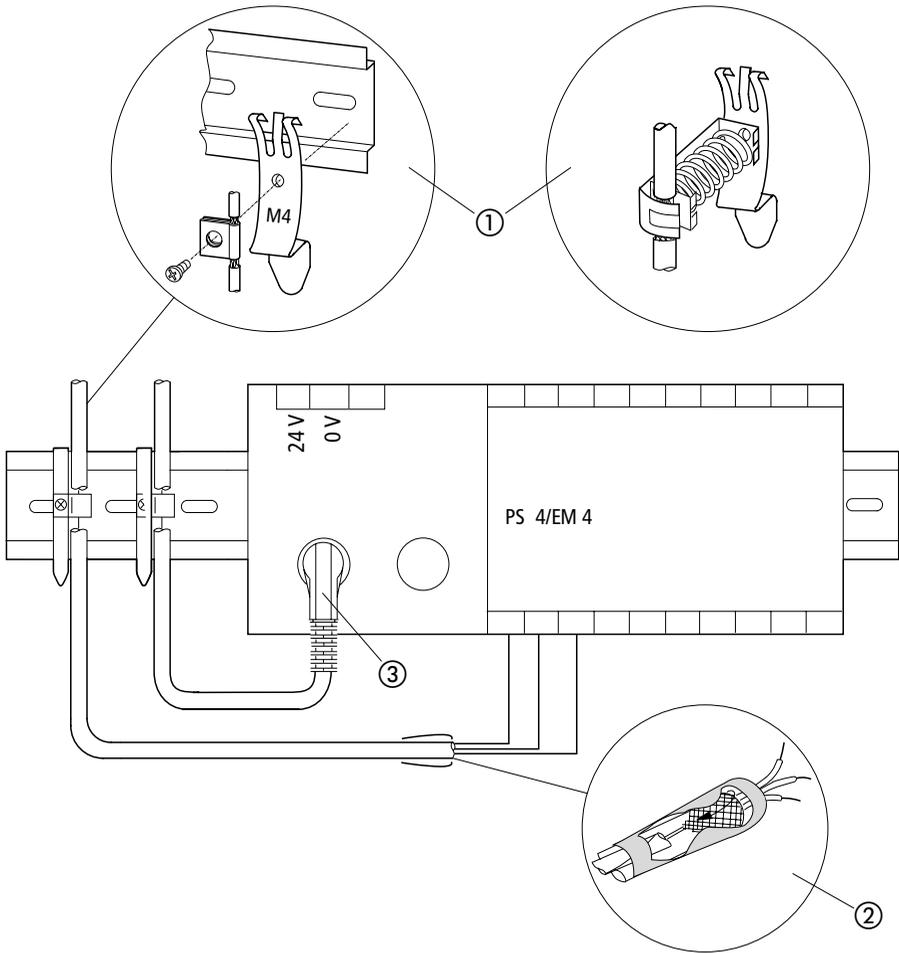

Abbildung 4: Schirmanbindung an Potentialbezugsfläche
- ▶ Verlegen Sie die abgeschirmte Daten- und Signalleitung links oder rechts am Gerät auf kürzestem Weg und verbinden Sie das Schirmgeflecht niederimpedant und großflächig mit der Bezugspotentialfläche (s. Abb. 4, Position ①).
- ▶ Verbinden Sie das Schirmgeflecht mit der Metallhülse des Steckers (bei DIN-Stecker) ③.
- ▶ Isolieren Sie das Schirmgeflechtende möglichst dicht am Geräte-Signalleitereintritt ②.
- ▶ Legen Sie den Schirm des Suconet-K-Datenkabels sowohl auf der Potentialbezugsfläche als auch am Gehäuse des Steckers auf (s. Abb. 4 „Schirmanbindung an Potentialbezugsfläche“).